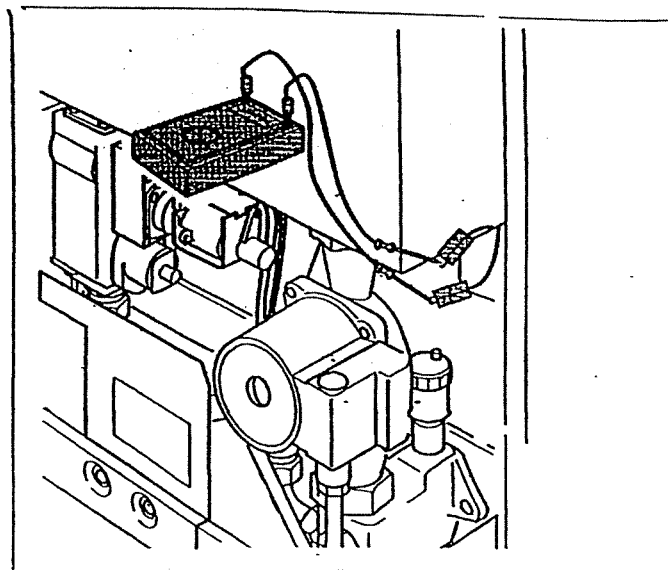

Fig. 34 Misurazione della corrente di ionizzazione
- ◆ Staccare il collegamento a spina del cavo di controllo e collegare in serie lo strumento di misura (Fig. 34). Sullo strumento selezionare la corrente continua in  $\mu\text{A}$ .